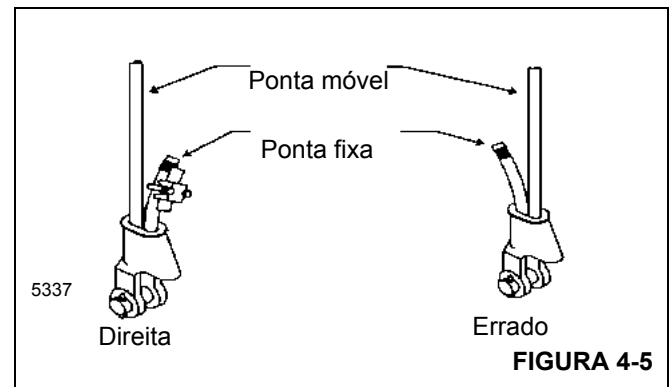

FIGURA 4-5
3. Certifique-se de que o lado do cabo móvel com a carga Figura 4-5 esteja diretamente alinhado com as orelhas do terminal e a direção da tração a que o cabo será submetido. Se o cabo for incorretamente carregado no terminal, sob uma carga, o cabo dobrará conforme sai do terminal e a borda do terminal se desgastará no cabo causando danos ao cabo e falhas eventuais.
4. Insira a extremidade do cabo de aço no terminal, forme um laço no cabo e passe-o de volta através do terminal deixando que a ponta fixa Figura 4-5 sobressaia do terminal. Verifique se a ponta fixa do cabo tenha comprimento suficiente para que seja possível aplicar o tratamento da extremidade à ponta fixa após a cunha ter sido assentada.